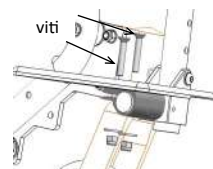

fig. 10.3: Regolazione inclinazione
- **Regolazione angolo di inclinazione del poggiapiedi** (fig. 10.3):